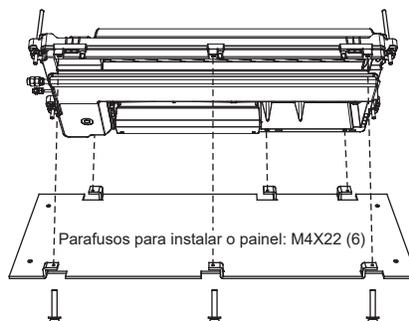

Figura 13
- Fixe o gabarito de instalação no lado inferior da unidade interna com os parafusos usados para fixar a placa (consulte a Figura 13).